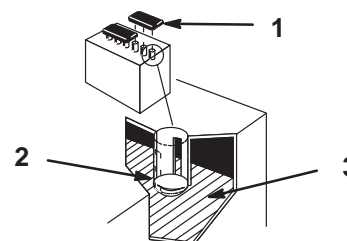

Abbildung 58
1. Die Abdeckung öffnen, um in die Zellen zu sehen. Die Füllsäure muß bis zum unteren Teil der Röhre reichen (Abb. 58). Die Füllsäure darf nicht unterhalb der Platten stehen. (Abb. 58).
2. Die Verschlußdeckel abnehmen (Abb. 58).
3. Langsam destilliertes Wasser in jede Batteriezelle gießen, bis die Flüssigkeit bis zum unteren Teil der Röhre reicht (Abb. 58).